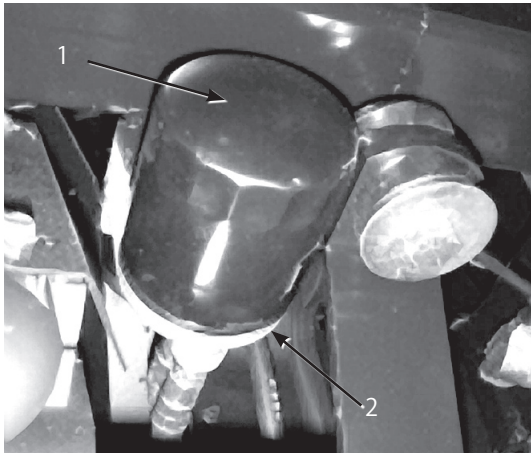

図36
2. 古いフィルタを外す（図36）。
3. フィルタ・アダプタのガスケットの表面をきれいに拭く（図36）。
4. 新しいフィルタのガスケットにオイルを薄く塗る（図36）。
5. アダプタに新しいフィルタを取り付ける。ガスケットがアダプタに当たるまで手でねじ込み、そこから更に1/2回転増し締めする（図36）。